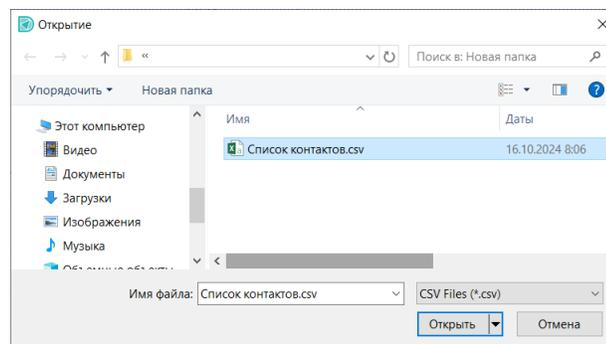

Рис. 278 Выбор файла для импорта контактов
2. Выберите в окне проводника нужный файл с описанием контактов и нажмите «Открыть», см. Рис. 278.